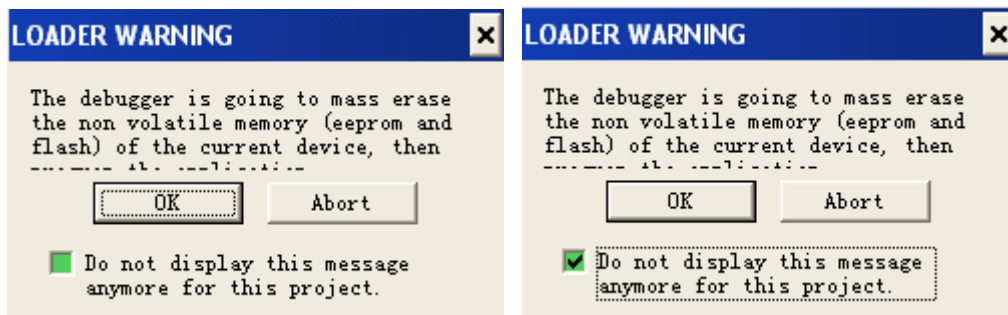

图14 块清除提示
3. 17、(CW5.0下) (可能会弹出如图14所示窗口，没有跳出窗口则看下一步) 选中